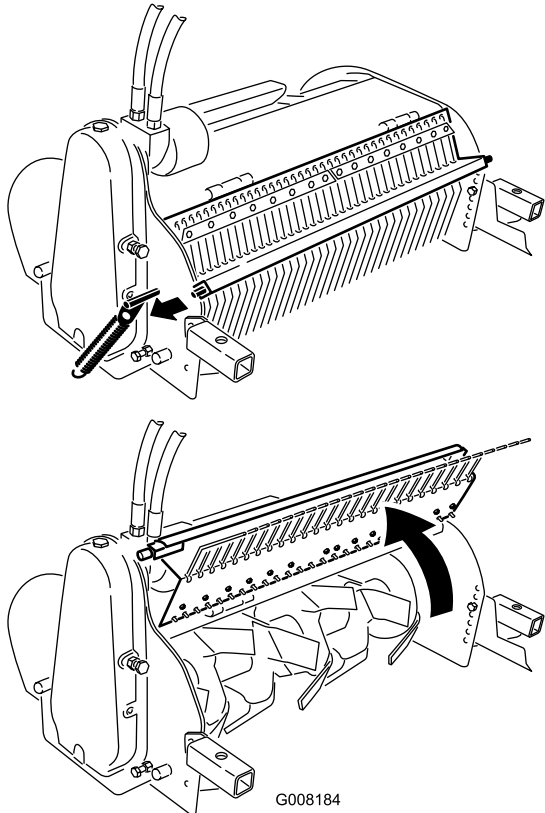

Figure 13
4. Soulevez et dégagez le verrou à ressort sur le côté du cultivateur (Figure 13).
5. Ouvrez le couvercle de protection des dents (Figure 13).